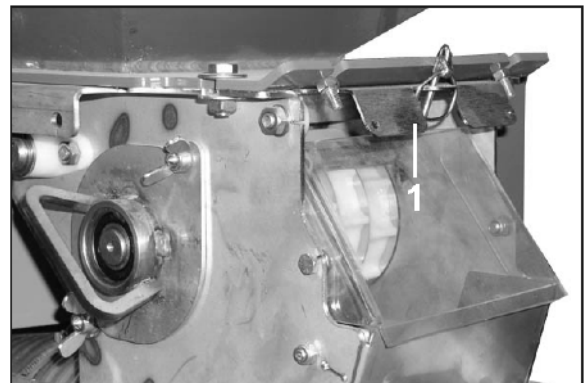

Fig. 102
2. Schieber (Fig. 102/1) schließen, wenn nur der Dosierer und nicht der Behälter entleert werden soll (siehe Seite 99).